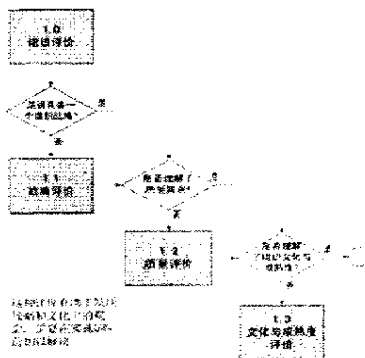

图2 QSDR 2.0——组织评价
在线图2将显示可以应用的概念和方
1. QSDR 1.0——组织评审: 对你们的战略及对实施战略的准备进行评审 (见在线图 2)
2. QSDR 2.0——质量体系: 帮助你理解已有质量体系的框架 (见图 2)